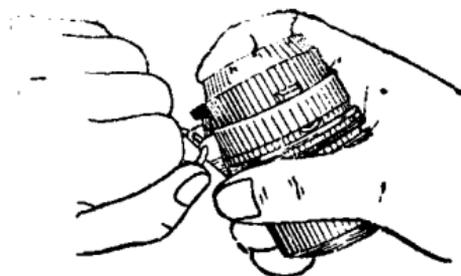

Рис. 63. Прием выдергивания кольца.
1. Взять гранату в правую руку, как показано на рис. 63.